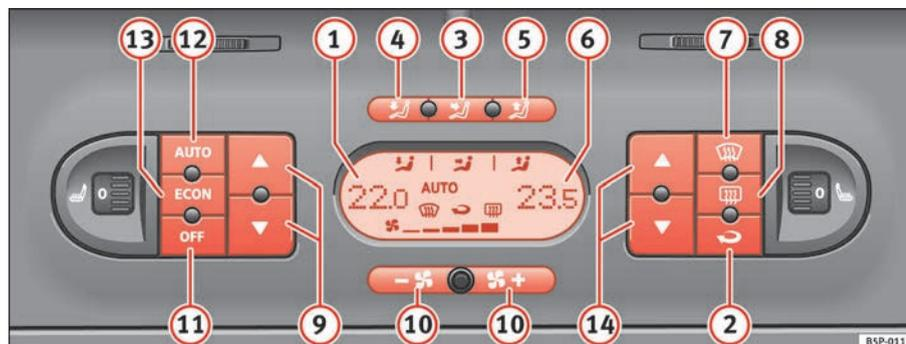

Fig. 130 Sulla plancia portastrumenti: i comandi del Climatronic 2C
- Premere i tasti di regolazione della temperatura ⇒ pag. 161, fig. 130 9 o 14 per regolare rispettivamente la temperature della zona sinistra o della zona destra dell'abitacolo.
- Premere il tasto  ⇒ pag. 161, fig. 130. Compare “AUTO” sul display.